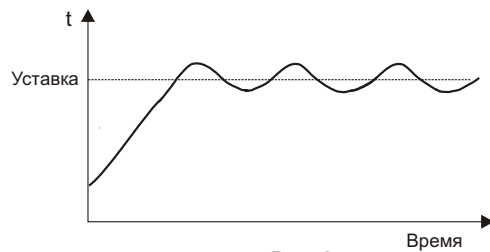

Рис. 9
Если в районе уставки происходят незатухающие колебания температуры (Рис. 9), то это свидетельствует о том, что K_p слишком велико и его необходимо постепенно снизить до исчезновения колебаний. Оптимальным считается K_p , при котором температура не достигает уставки несколько градусов. Эту разницу называют погрешностью П-регулятора.
1) Если есть необходимость настроить прибор на объект, при уже подобранном K_p , в процессе регулирования, когда регулируемый параметр не достигает уставки несколько единиц (другими словами, устранить погрешность П-регулятора), то можно найти необходимое значение T_i методом подбора, изменяя его в процессе работы прибора, наблюдая за характером изменения ширины выходного импульса (светодиода) и параметра (температуры и др.) в системе. При этом необходимо учитывать, что при меньшем значении T_i увеличивается его влияние, и температура в системе достигнет заданной быстрее, чем при более высоких значениях T_i , но при слишком малом T_i в районе уставки начнутся колебания температуры (Рис. 9).